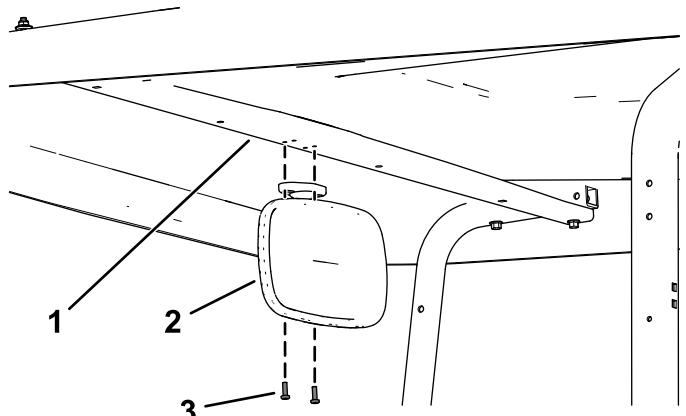

Figura 1
2. Prenda o conjunto do espelho ao suporte de apoio da cobertura utilizando os dois parafusos de cabeça Phillips (n.º 10 x $\frac{5}{8}$ pol.) como se mostra na Figura 1.